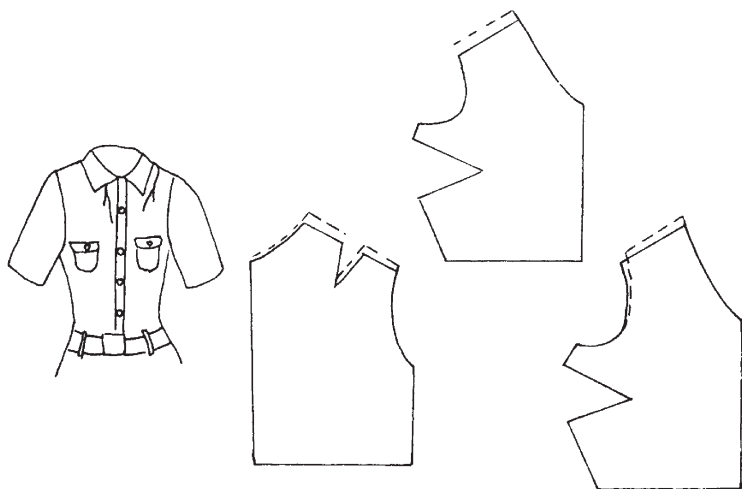

Рис. 39. Наклонные заломы на перед
*Дефект 5:* наклонные заломы от передней вытачки вверх (рис. 39).